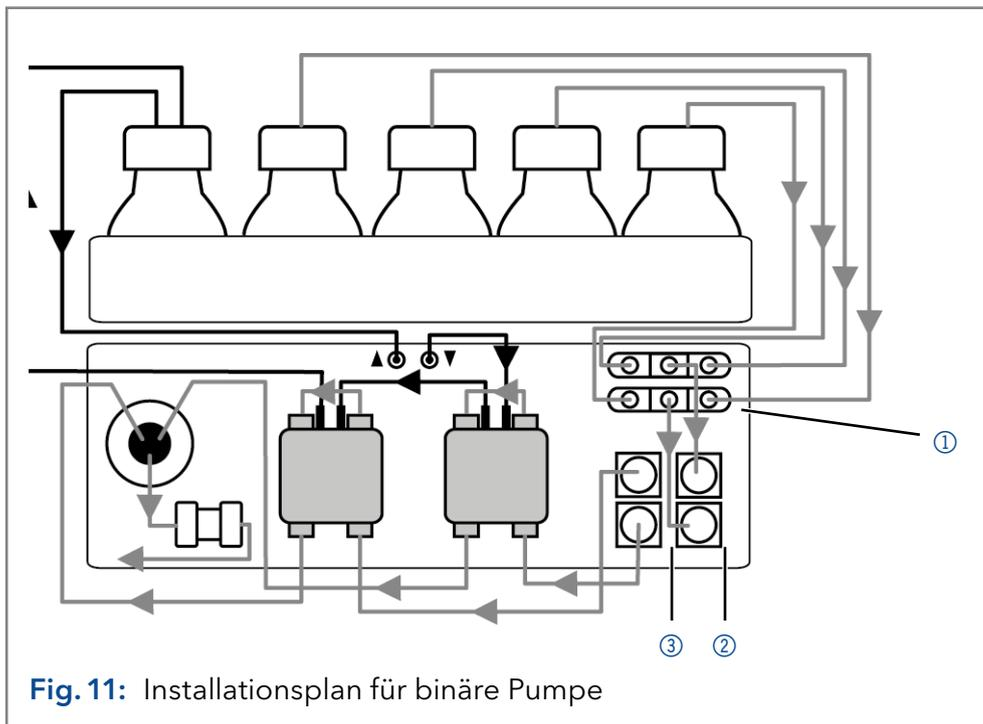

Fig. 11: Installationsplan für binäre Pumpe
Der Degasser-Einlass ② ist werkseitig bereits mit dem Solvent Selection Valve ① verbunden. Der Degasser-Auslass ③ ist werkseitig bereit mit den Pumpenköpfen verbunden (siehe Fig. 11). Wenn die Binärpumpe mit einem 4-Kanal-Dega ausgestattet ist, stehen zwei zusätzliche Kanäle, z.B. für Spüllösungen, zur Verfügung.